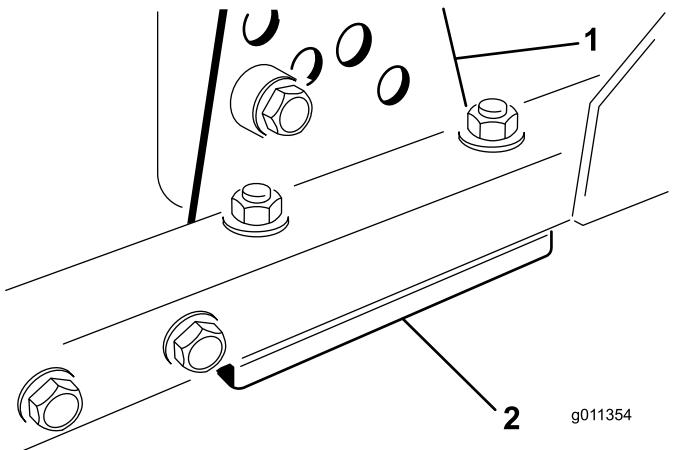

図 83
1. 刈り高ブラケット前、左、右のうち1つをカッティングユニットのフレームから外す図 83。
2. カッティングユニットのフレームとブラケットとの間に厚さ 1.5 mm または 0.7 mm のシム、場合によってはこれらの両方を挿入して、希望する刈り高を達成する 図 83。